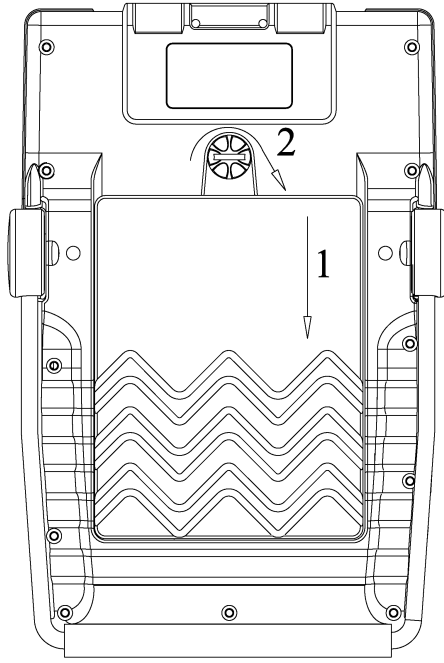

图 1-7 电池安装示意图
- 1) 将电池底部触片向下对准仪器下部端口插入（如图 1-7 中的 1）；
- 2) 插入电池后稍微用力使电池到位后将螺钉旋钮向右旋紧（如图 1-7 中的 2）。